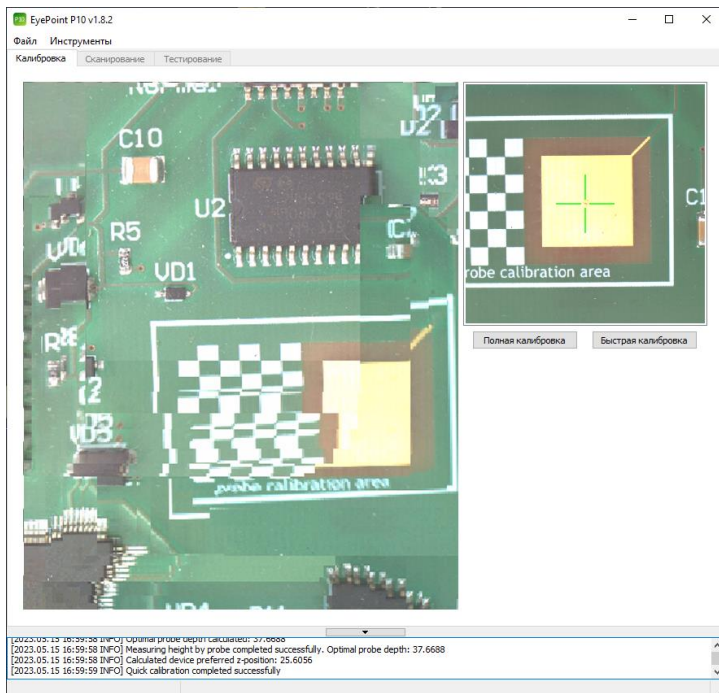

Рисунок 14. Внешний вид окна ПО EyePoint P10b при окончании быстрой калибровки.
5. Дождитесь окончания быстрой калибровки (может занять около минуты). В случае успешного завершения быстрой калибровки: в информационном блоке появится сообщение «Quick calibration competed successfully» (Рисунок 14).